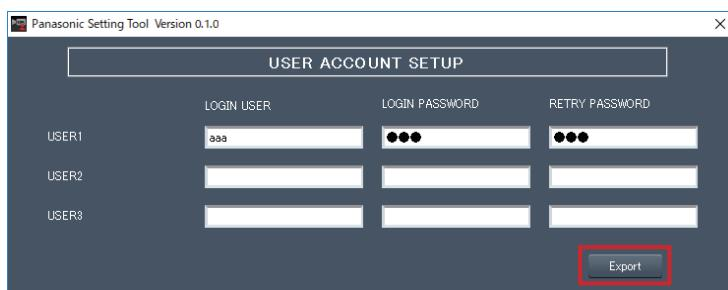

图 1
2. 在 **LOGIN USER** 字段中输入帐户名, 并在 **LOGIN PASSWORD** 和 **RETRY PASSWORD** 字段中输入密码。您最多可以为 3 个人注册用户帐户。(图 1)
3. 点击 **[Export]** 按钮。(图 1)